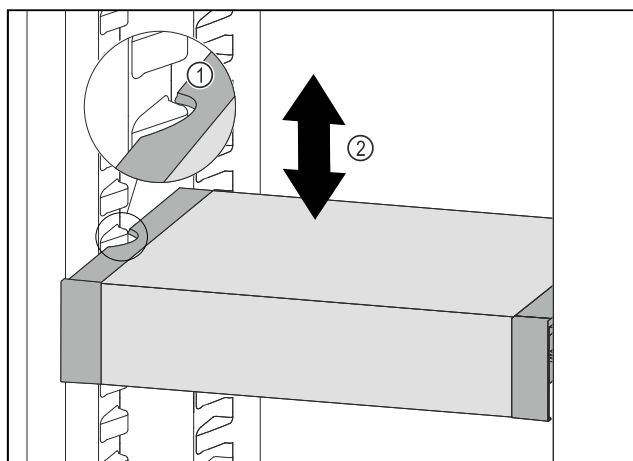

Fig. 182
- Tirare VarioSafe in avanti fino a quando le cavità laterali di VarioSafe non si trovano al livello della nervatura del contenitore nel vano frigorifero. Fig. 182 (1)
- Spostare VarioSafe verso l'alto o verso il basso nel vano frigorifero fino a raggiungere l'altezza desiderata. Fig. 182 (2)